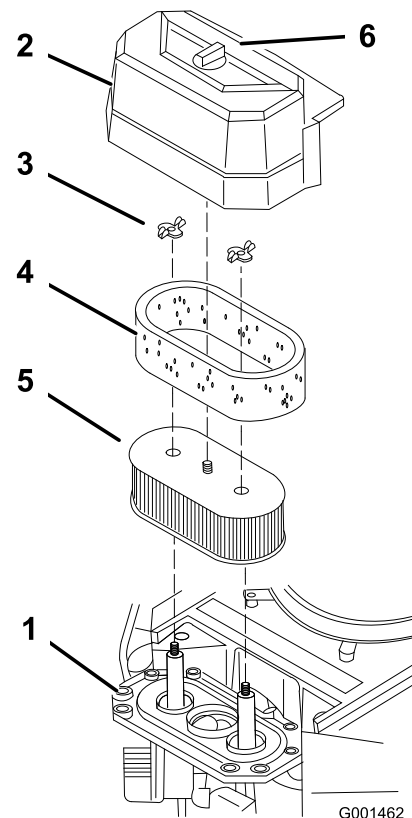

Figura 22
3. Limpie alrededor del limpiador de aire de forma que la suciedad no penetre en el motor y cause daños (Figura 22).
4. Desenrosque el pomo de la cubierta y retire la cubierta del limpiador de aire (Figura 22).
5. Desenrosque las 2 tuercas de orejeta y retire el conjunto del limpiador de aire (Figura 22).
6. Retire cuidadosamente el filtro de gomaespuma del filtro de papel (Figura 22).
1. No limpie el filtro de papel, cámbielo (Figura 22).
1. Deslice cuidadosamente el filtro de gomaespuma sobre el filtro de papel (Figura 22).
2. Coloque el conjunto del limpiador de aire sobre la base del limpiador de aire y fíjelo con 2 tuercas de orejeta (Figura 22).
3. Coloque en su posición la cubierta del limpiador de aire y apriete el pomo de la cubierta (Figura 22).